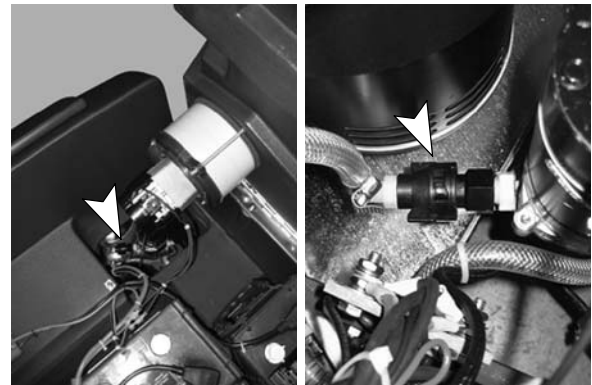

FIG. 37
1. Pour accéder à l'injecteur de solution, ouvrez le compartiment de batterie. L'injecteur est relié à la pompe de solution (Figure 37).